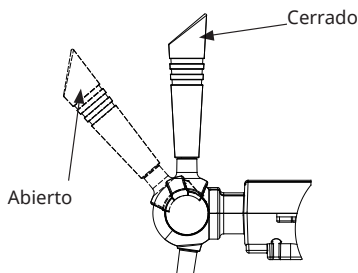

Figura 10
8. Ahora puede utilizar el grifo para extraer la cerveza a presión (tire de la manivela 45 grados hacia delante, como se muestra en la figura 10).
Nota: Cuando conecte el conector de salida de vino al dispensador de vino, asegúrese de que el grifo dispensador de vino (como se muestra en la figura 10) esté cerrado.